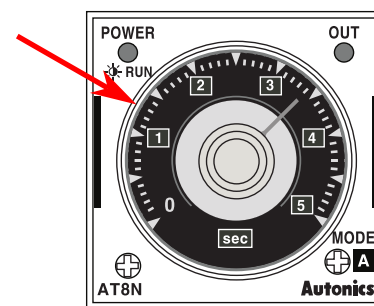

Рисунок 2
3. Установите кнопку включения изделия в положение (I).
6. С помощью рукоятки реле времени (см. Рис. 2) подберите такое время цикла работы, чтобы количество масла, подаваемое за один цикл, имело требуемую массу.